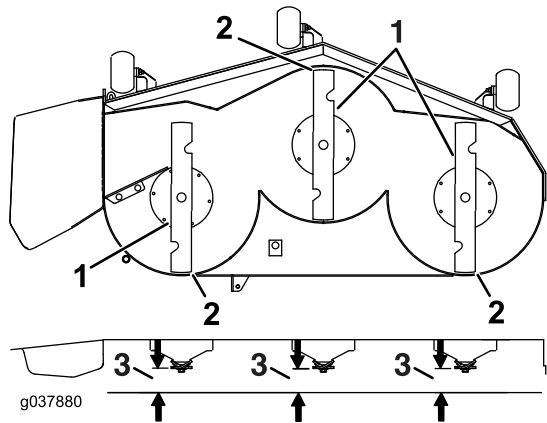

Figure 87
7. Vérifiez l'inclinaison avant/arrière des lames (Figure 87). Vérifiez que la pointe avant de la lame est plus basse que la pointe arrière, comme montré dans le tableau de hauteur de cales et d'inclinaison. Si un réglage est nécessaire, poursuivez cette procédure.